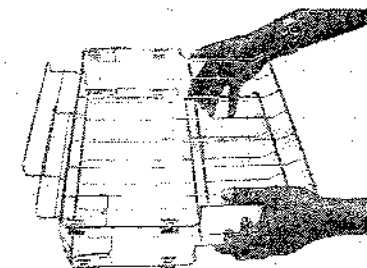

Fig. 28
- 5 | Segure firme o conjunto montado (Fig. 28) e siga as instruções de montagem do "Modelo Deslizante Dupla (ao lado)".